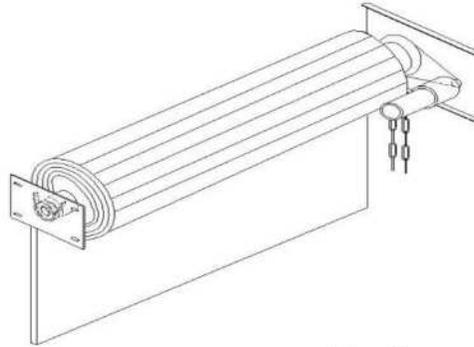

Fig. 6
**D. Operador de Cortinas Enrollables:** Fije el Operador Enrollable al Soporte Lateral con Sprocket Rectangular Como se muestra en la (Fig.6), Monte las Tiras de la Cortina Enrollable al Tubo Redondo, Instale las Guías Verticales Alineando su recorrido para evitar Rozamientos, Asegúrese de Aplicar una Buena Soldadura y que las Tuercas Estén Bien Apretadas y que la Cadena del Sistema Cuelgue Verticalmente.